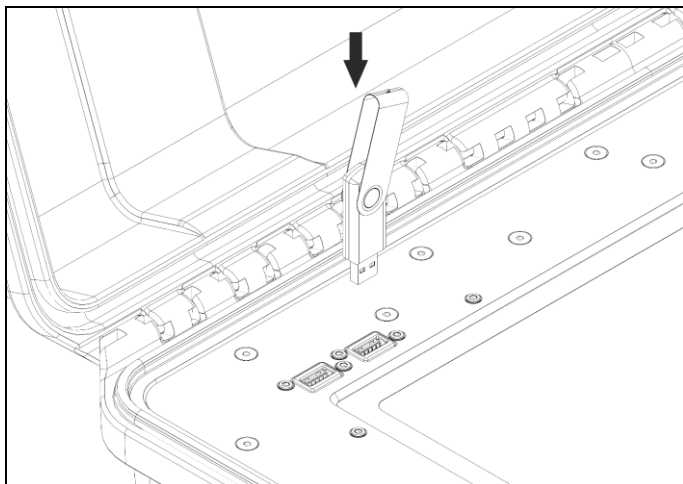

Рисунок 16 – Подключение внешнего USB-накопителя к пульту управления
7.15.1 Подключите внешний USB-накопитель к порту USB3.0 (рисунок 16).